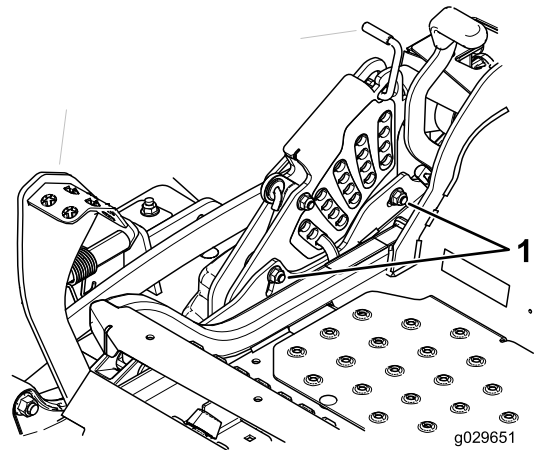

Figura 101
12. Para ajustar el sistema de ajuste de un solo punto, afloje los 2 pernos situados cerca del borde inferior de la pletina de altura de corte (Figura 101).